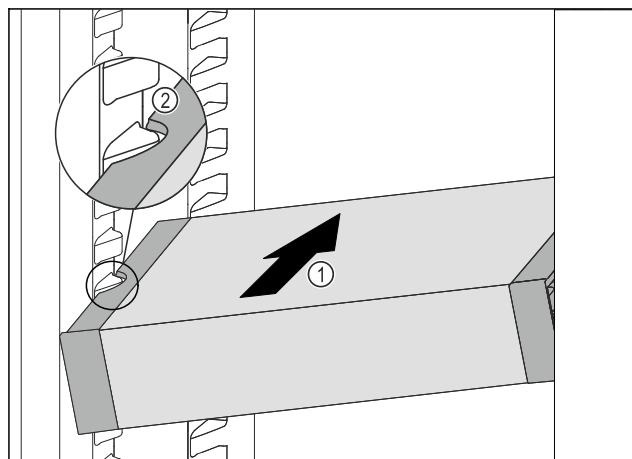

Fig. 197
- Zasuňte VarioSafe do chladničky pod úhlem tak Fig. 197 (1), aby vybrání na bocích Fig. 197 (2) VarioSafe byla na úrovni žebrování na nádoby v chladničce.